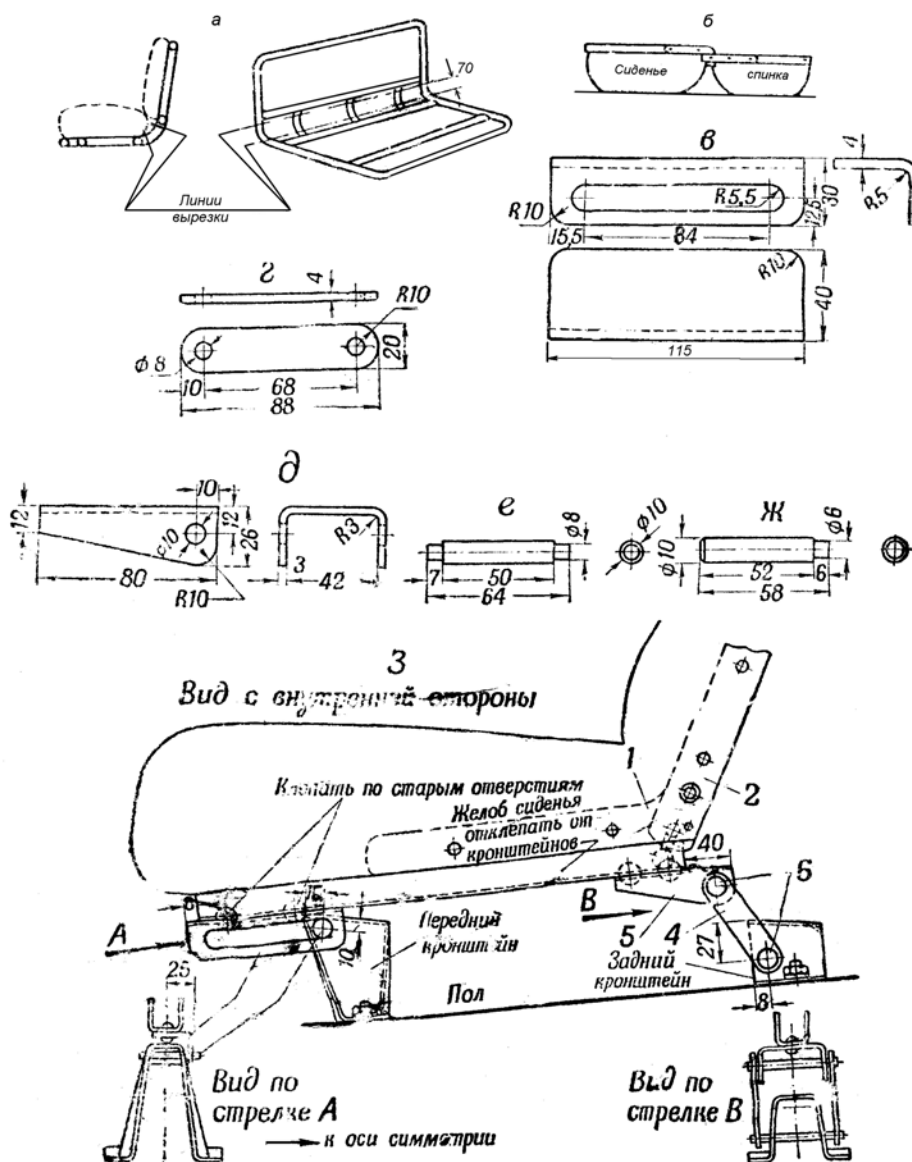

Рис. 2. Устройство шарнирного соединения спинки и механизма перемещения переднего сиденья на автомобиле М-20В «Победа»
4. Снять заднюю облицовку спинки, затем, начиная от спинки, отделить материал обтяжки сиденья с боков на длину, несколько большую длины горизонтальной планки шарнира, после чего ножовкой выпилить куски трубчатого каркаса длиной до 70 мм (рис. 2, а).
5. Уложить на верстаке или столе сиденье и спинку насколько возможно ближе друг к другу (рис. 2, б), приложить собранный ранее шарнир горизонтальной планкой к каркасу сиденья, а вертикальной планкой к каркасу спинки, отметить на каркасе места сверления отверстий, просверлить их сверлом 6,5 мм и укрепить шарнир с помощью болтов к каркасу сиденья и спинки. Таким же образом укрепить шарнир с другой стороны.
1. Из листовой стали толщиной 4 — 6 мм изготовить две направляющие планки (рис. 2, в), четыре серьги (рис. 2, з), два удлинительных кронштейна (рис. 2, д) и, кроме того, четыре оси (рис. 2, е) и два штифта (рис. 2, ж). Размеры перечисленных деталей показаны на чертежах.
4. Просверлить дополнительные отверстия в передних и задних стандартных кронштейнах крепления сиденья к днищу кузова, укрепить в передние кронштейны штифты, а к задним концы сережек с помощью осей, после чего сиденье установить в кузов и закрепить кронштейны. Общий вид собранного сиденья показан на рис. 2, з. При устройстве спального места переднее сиденье смещается до отказа вперед, а откиннутая назад спинка заполняет расстояние между сиденьями